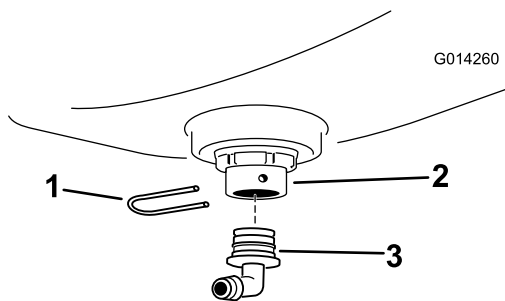

Figura 5
4. Instale uma união de 90° na união do anteparo e prenda a união de 90° com uma forquilha de retenção (Figura 5)